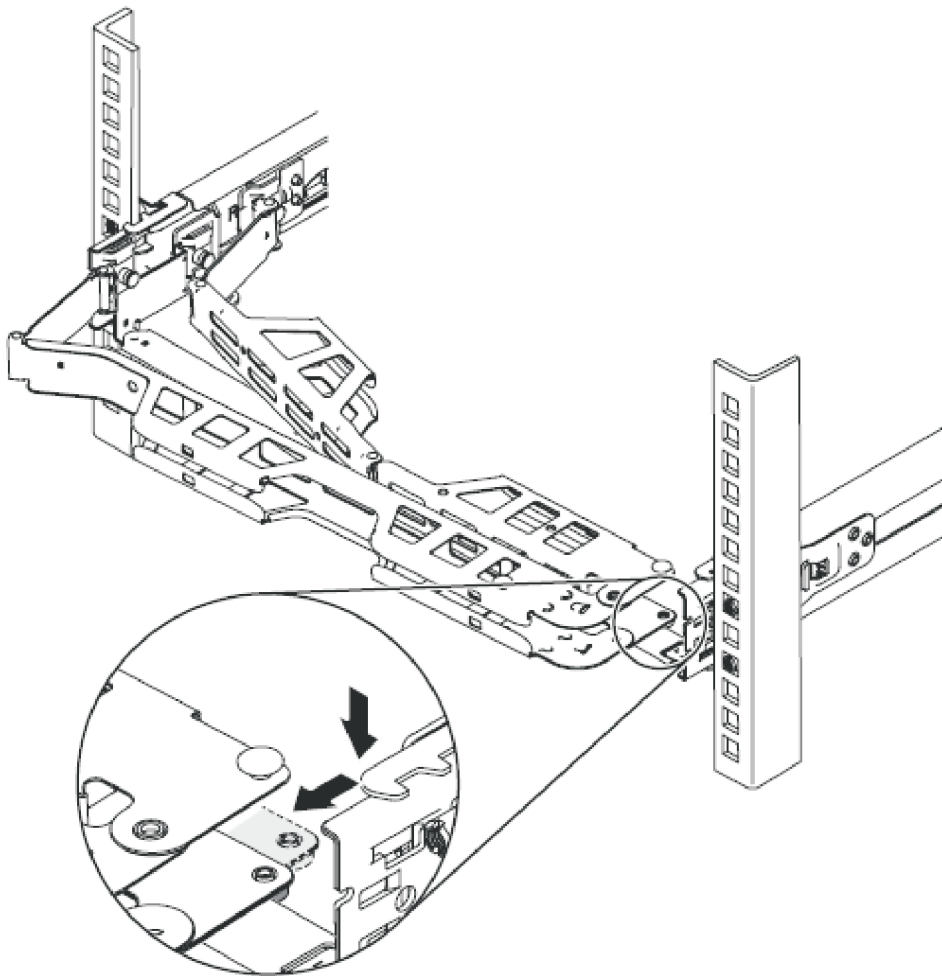

图 28. 调整电缆管理臂的位置
3. 如第 30 页的图 28 所示, 调整电缆管理臂的位置。